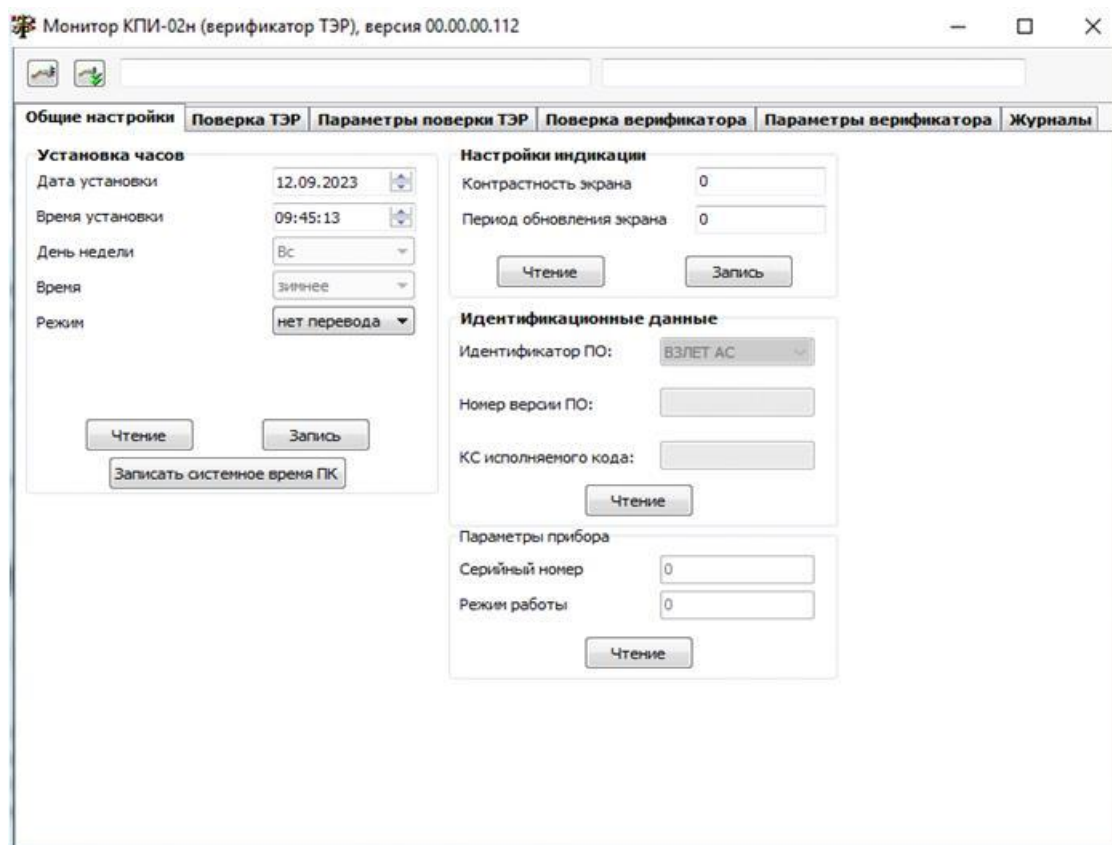

Рис.3. Вкладка «Общие настройки» программы «Монитор КПИ-02».
3.4.2. Перед началом работы следует соединить кабелем разъем USB HOST КПИ и USB-порт компьютера. На компьютере запустить файл **VzliotMasterViewer**. На экране монитора появится вкладка **Общие настройки** (рис.3).
(Открыть канал связи) в левом верхнем углу окна программы (рис.3). При удачном завершении операции в строке, расположенной правее кнопки , должно появиться обозначение КПИ и идентификационный номер программного обеспечения: **VZLJOT 90.00.02.00**, а также время открытия канала связи и сообщение